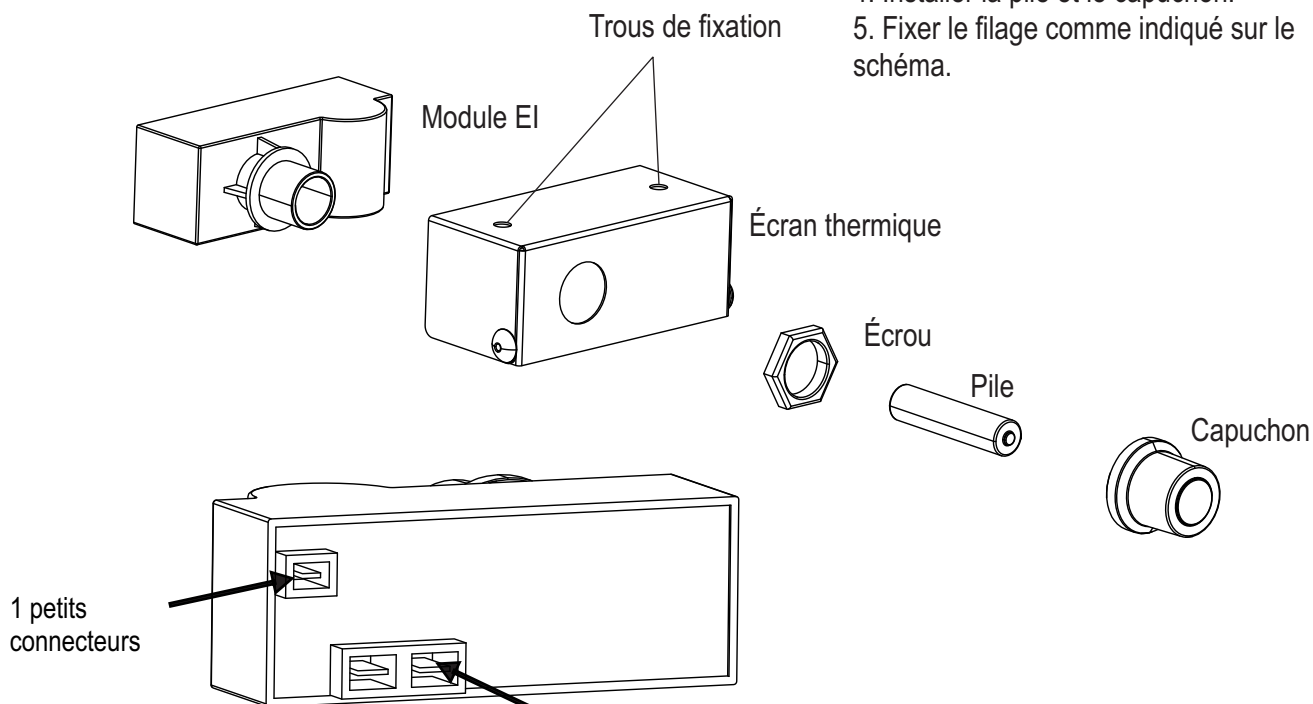

Figure 3
Ce brûleur latéral a été fourni avec suffisamment de fil pour monter le module d'allumage à l'endroit indiqué sur la figure 1. Le module d'allumage peut être montée dans un endroit différent, en étendant les fils de l'interrupteur et les fils de l'allumeur. Utilisez allumeur extension métallique kit # 80025228, inclus. Les connexions bêche des fils d'extension doivent être enveloppés avec du ruban électrique isolé ou rétractable pour éviter arc des fils allumeur au châssis de la cuisinette. Cela présente un risque d'électrocution et peut également affecter les performances du système d'allumage électronique. Veillez à acheminer les fils à distance des bords coupants qui pourraient couper ou endommager l'isolation. Veillez également à passer le fil d'une manière qui ne leur permettra pas d'entrer en contact avec des surfaces chaudes. NOTE: Le module d'allumage doit être monté de façon à avoir un accès facile au compartiment de la batterie pour le remplacement de la batterie. Voir Figure 2. Connectez fils aux petites et grandes connexions sur l'arrière du module d'allumage. Voir Figure 3.
3. Enlever le brûleur intérieur, Figure 3.